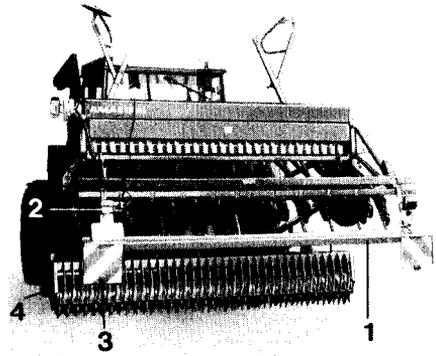

Fig. 34
- Les extrémités des flexi-doigts de recouvrement pointées vers l'arrière doivent être recouvertes au transport par une cornière de protection (fig. 34/1 – accessoire spécial). Cette cornière possède des porte-lanternes destinés à l'éclairage au transport (fig. 34/2) avec les cataphotes abaissées (fig. 34/3) dont la distance au sol ne doit pas dépasser 900 mm.
- La distance maximale entre le rebord supérieur de l'éclairage arrière (fig. 34/2) et la chaussée ne doit pas dépasser 1550 mm. Cette distance doit être également respectée lorsque le semoir est utilisé en combinaison avec d'autres outils au moyen d'une jonction hydraulique «Portacourt» (fig. 34).
Si le semoir est utilisé en combinaison avec une herse alternative, veillez à rabattre les étrilles latérales (fig. 34/4) de la herse en position de transport (voir manuel d'utilisation de la herse alternative RE).